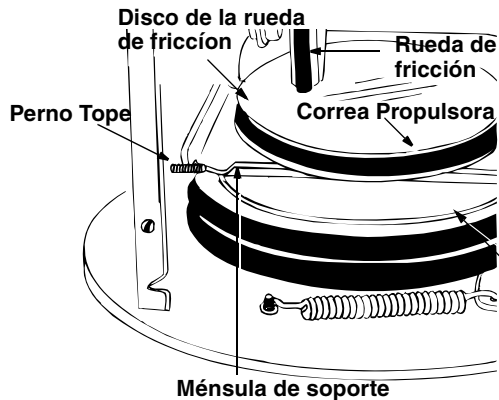

Figura 27
- Retroceda el perno tope hasta que la ménsula de soporte se apoye sobre la polea de la hélice. Vea la Figura 27.
- Deslice la correa entre la rueda de fricción y la placa del disco de fricción. Vea la Figura 27. Vuelva a ensamblar siguiendo las instrucciones en orden inverso.
NOTA: La ménsula de soporte debe apoyarse sobre el perno tope después de haberse ensamblado la nueva correa. Vea la Figura 27.